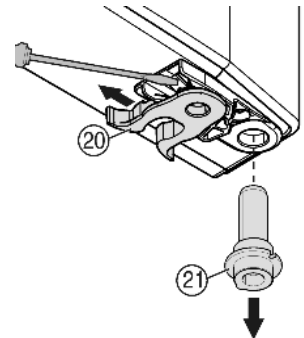

Fig. 9
- ▶ Spaustuvo Fig. 9 (20) perkėlimas: įspauskite noselę, per ją ištraukite spaustuką.
- ▶ Ištraukite atraminę gembę Fig. 9 (21) iš durų įvorės ir kartu su poveržle įstatykite priešingoje pusėje. Fiksavimo noselė turi būti nukreipta į vidinę durų pusę, o įranta – į išorę.
- ▶ Pasukite duris žemyn ir įstatykite atraminį varžtą Fig. 9 (21) į atraminę gembę. Jei reikia, pasukite atraminį varžtą, kad jis galėtų užsifiksuoti.